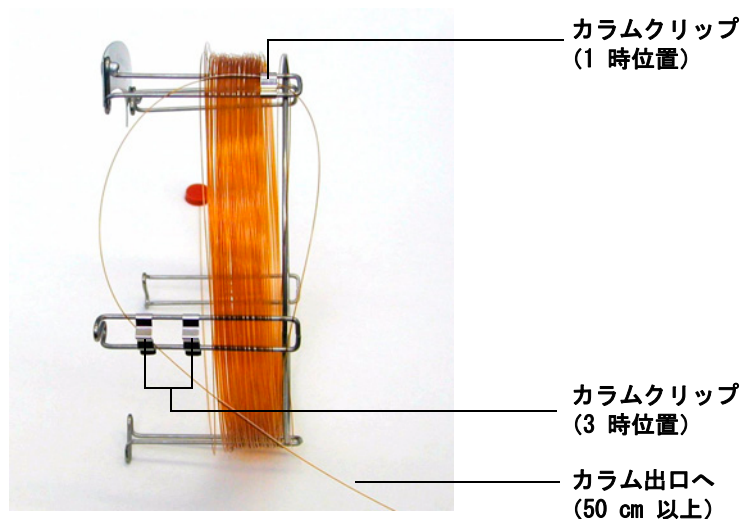

図 11 3 時位置からのカラムの送り出し
- 5 次に、カラム出口がカラムケージの背面に向くようにカラムの出口側を 3 時の位置のクリップを通して送り出します。2 つのクリップの間にあるカラムの部分がカラムラベルの上を通らないように注意してください。図 11 を参照してください。